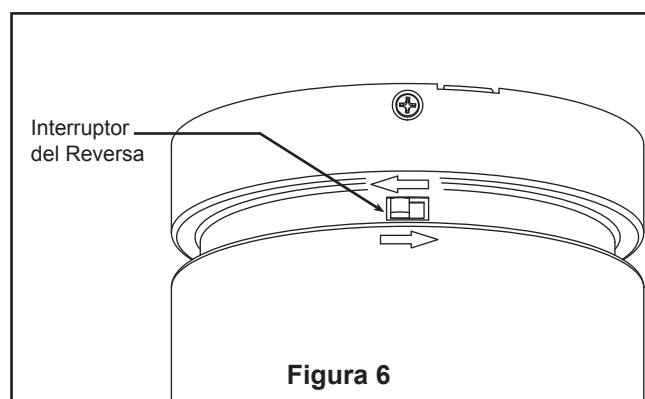

Figura 6
- 6. Instale el conector de 2 clavijas desde unidad de luz LED conexión a la unidad del motor. (Figura 6)
6. Si desea que el flujo de aire se desplace en la dirección opuesta, apague el ventilador y espere a que las aspas se detengan. Luego deslice el conmutador inversor a la posición contraria y vuelva a encender el ventilador. (Figura 6)